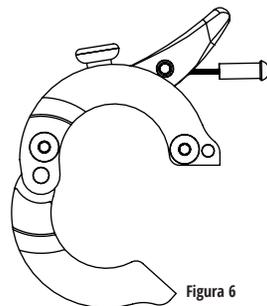

Figura 6
3. Verifique se a alavanca (1) está na posição aberta. Caso não esteja, pressione o botão (2) para liberá-la;
4. Remova o parafuso (3) da parte inferior da base da alavanca utilizando uma chave Allen 2,5 mm;
5. Abra a base da alavanca (Figura 6) e coloque-a no guidão;
7. Fixe a base da alavanca com o parafuso (3), utilizando a chave Allen 2,5 mm;
9. Aperte o parafuso (3) até que a trava fique fixa no guidão, sem movimento rotacional;
- Acione a alavanca da trava (1) e verifique se a suspensão ficou rígida (travada);
- Aperte o botão (2) para destravar o sistema e comprima novamente a suspensão.